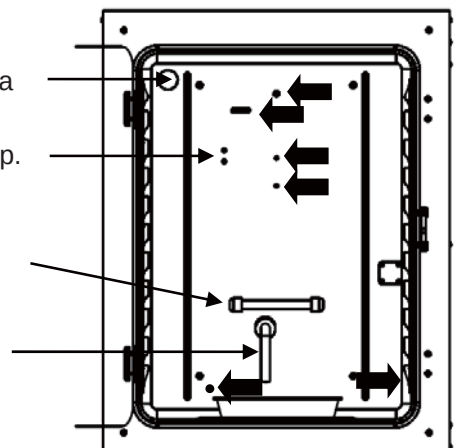

Fig. 2
Asegúrese de mantener el detergente diluido o el agua fuera del sensor de temperatura, del puerto de inyección de gas CO₂, del puerto de inyección de gas, del puerto de acceso de aire interior de muestra, del rodamiento del eje del motor del ventilador y de la salida de aire interior de muestra (marcado en la Fig. 2 con ◀). Además, no limpie el sensor de temperatura y la lámpara UV con detergente. En caso contrario, se podrían producir fallos.
3. Saque la cubierta de la bandeja humidificadora (Fig. 2).